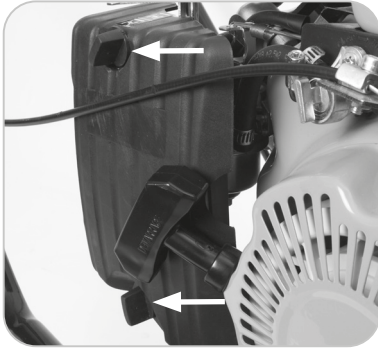

Fig. 16
- Desenrosque las tuercas de mariposa de la cubierta de la carcasa del filtro de aire y retírela. **(Fig. 16)**